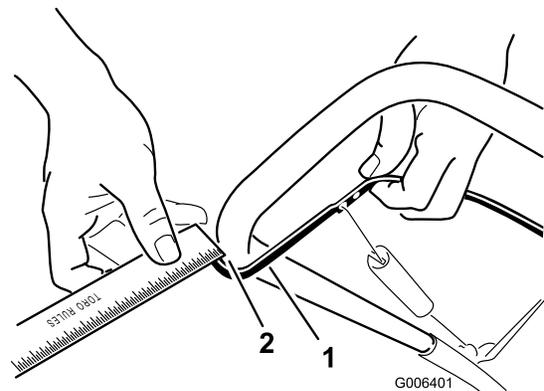

Figure 25
Rapprochez la barre de commande du guidon pour tendre le câble de commande (Figure 25).
Remarque: Vérifiez que la barre de commande et le guidon sont espacés de 2 à 3 mm (1/16 à 1/8 po) (Figure 25).
2. Accrochez le raccord en Z à un trou plus haut ou plus bas sur la biellette de réglage de manière à obtenir un écart de 2 à 3 mm (1/16 à 1/18 po) entre la barre de commande et le guidon (Figure 25).